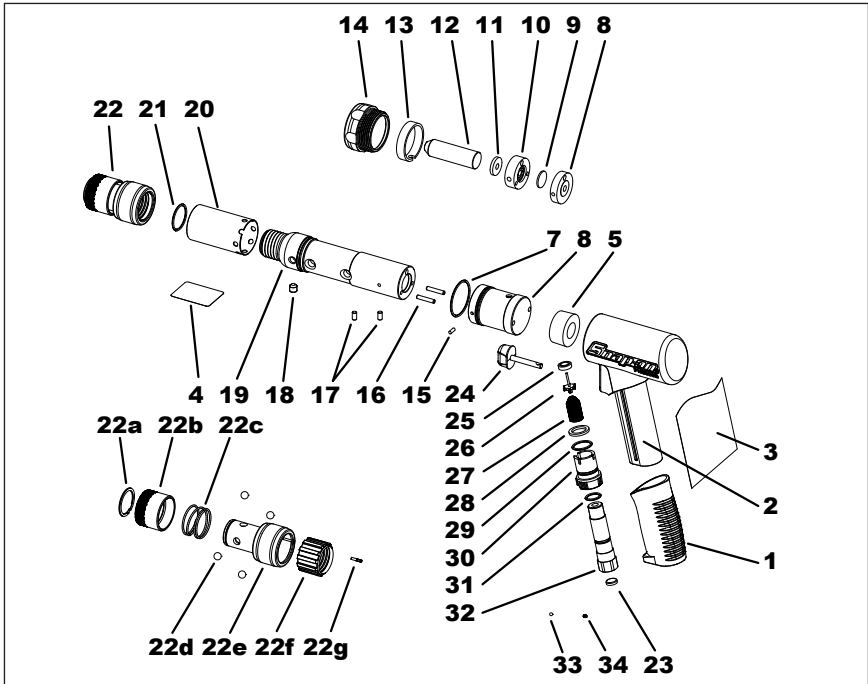

Figure 3: PH3050BR Pneumatic Hammer
- 以下のセクションで参照される部品は、図 3 で位置を示す番号と関連する部品の一覧で参照されています。